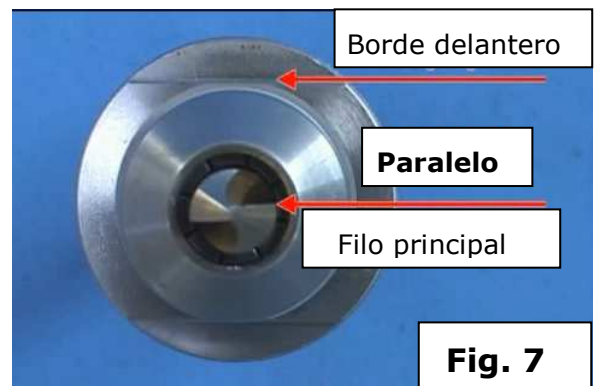

Fig. 7
- El borde delantero del mandril y el filo de corte principal de la broca deben hacer 2 líneas paralelas! (Fig. 7)